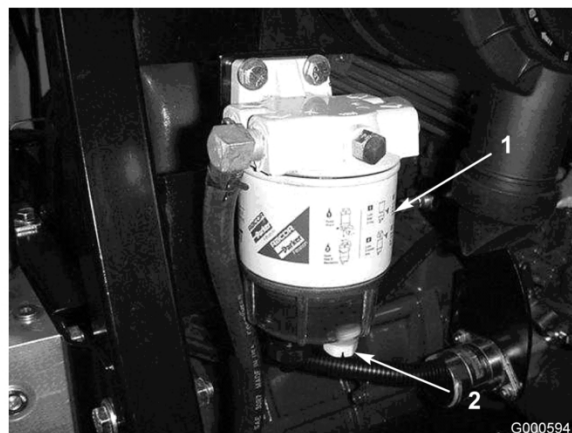

Bild 34
Entleeren Sie Wasser und andere Fremdstoffe täglich aus dem Wasserabscheider (Bild 34).
2. Lösen Sie die Ablassschraube an der Unterseite der Filterglocke (Bild 34). Ziehen Sie anschließend die Verschlusschraube wieder fest.